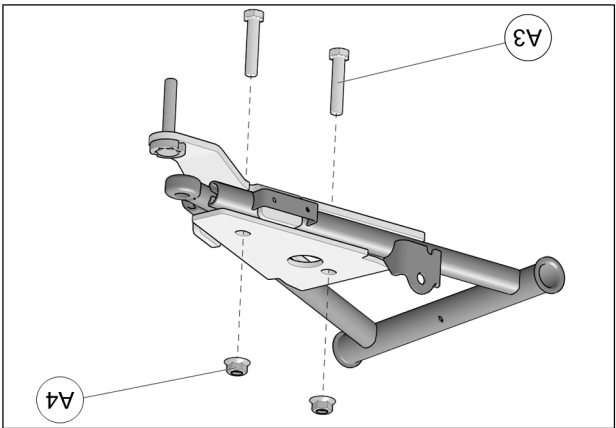

Fig. 17
6. Insérer les boulons M10x50mm (A3) par le dessous de l'ancrage. Assembler les deux parties avec les écrous (A4) fournis. Serrer l'assemblage à un couple de 50 N•m [37 lb•pi]. Voir la Fig. 17